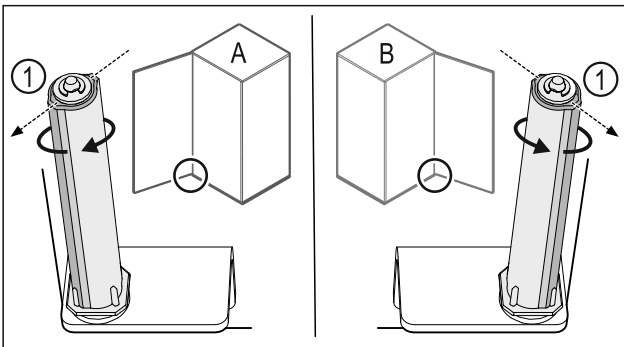

Fig. 44 Linksanschlag (A) / Rechtsanschlag (B)
- Schließsystem gegen den Widerstand drehen, bis der Steg des Schließsystems Fig. 44 (1) nach außen zeigt.